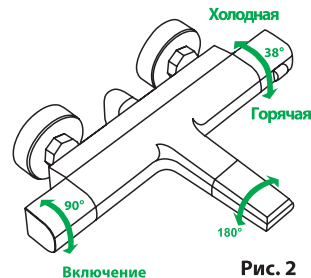

Рис. 2
- Ручка дивертора используется для включения/выключения смесителя, переключения воды с излива на ручную лейку и регулировки напора воды (см. рис. 2).